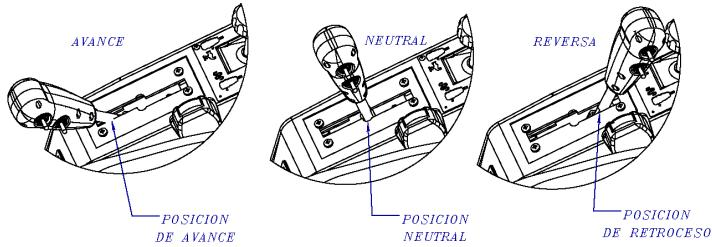

Figura 22. Palanca de Avance-Reversaento
1. Para hacer que el rodillo se mueva hacia adelante, mueva la palanca de avance-reversa hacia adelante como se muestra en la Figura 22.